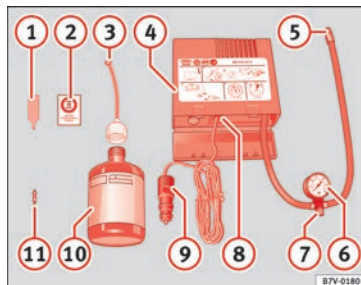

Fig. 95 Rappresentazione standard: contenuto del kit per la riparazione degli pneumatici.
Il kit per la riparazione degli pneumatici si trova nel sottofondo del bagagliaio. Include i seguenti componenti » **fig. 95:**
Riavvitare il tubo di gonfiaggio » **fig. 95** ⑤ e controllare la pressione con il manometro ⑥.